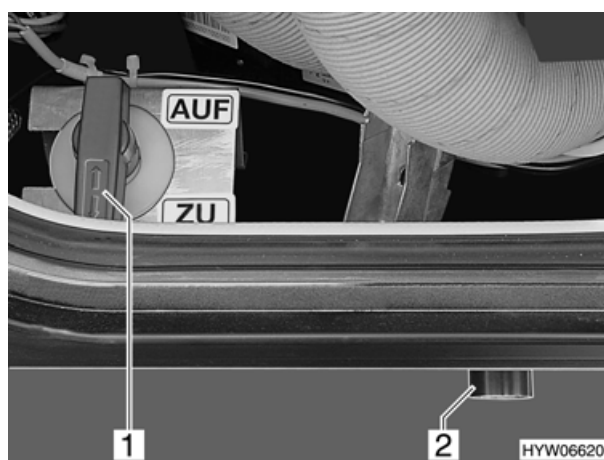

Fig. 87 Leva di comando e tubo di scarico del serbatoio delle acque grigie
Per lo smaltimento delle acque grigie, sul lato sinistro del veicolo, nel ripiano del riscaldamento Trumatic C, sono installati un rubinetto di scarico e un tubo di scarico (Fig. 87,2) per il tubo flessibile delle acque grigie. Il tubo di gomma per lo scarico (di serie) è posto nel vano portabombole e può essere usato come prolunga fissandolo al tubo di scarico.
- Per aprire il rubinetto di scarico ruotare la leva di comando (Fig. 87,1) di un quarto di giro in senso antiorario. Leva di comando è in posizione orizzontale.